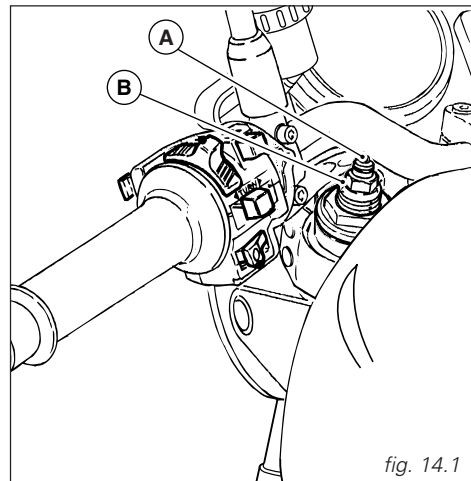

fig. 14.1
A) (fig. 14.1) per modificare il freno idraulico in estensione;
B) (fig. 14.1) per modificare il precarico delle molle interne;
A) (fig. 14.1) to adjust rebound damping;
B) (fig. 14.1) to adjust spring preload;
A) (fig. 14.1) pour modifier l'action hydraulique d'amortissement en extension;
B) (fig. 14.1) pour modifier la précharge des ressorts intérieurs;
- A) (Abb. 14.1) zur Änderung der hydraulischen Dämpfung in der Zugstufe;
- B) (Abb. 14.1) zur Änderung der Vorspannung der innen liegenden Federn;